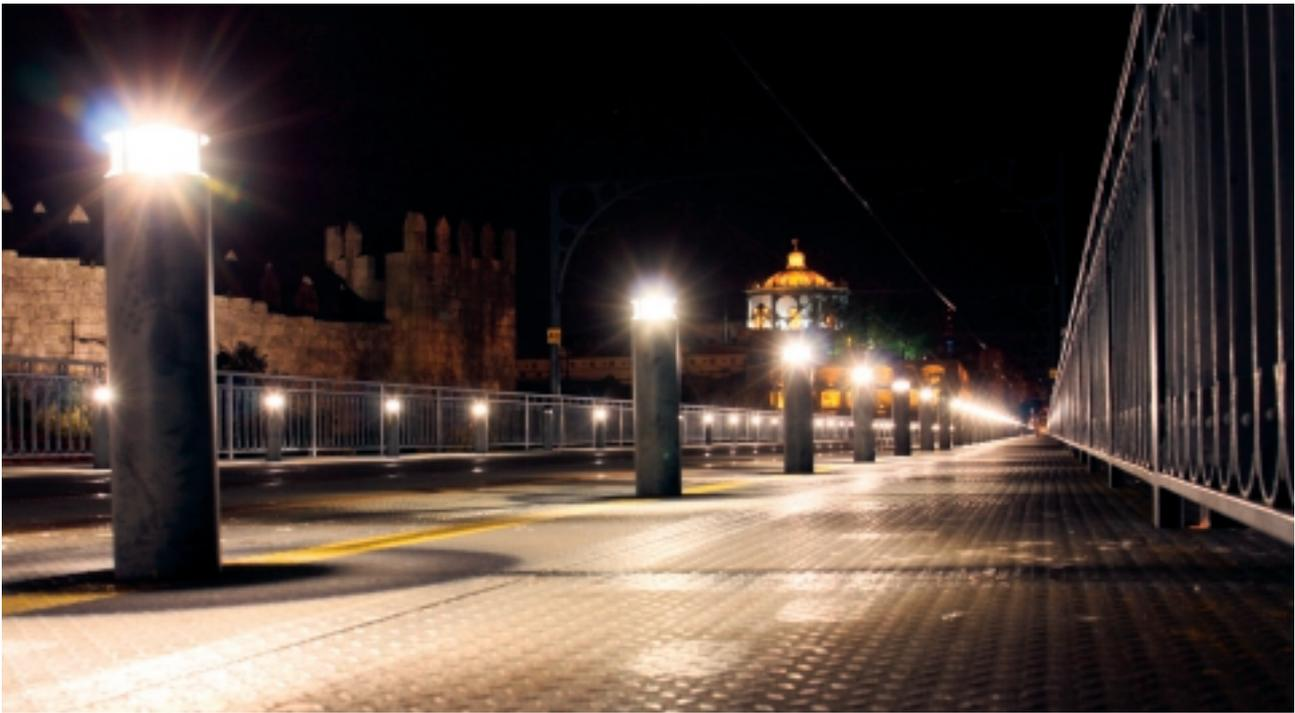

Bild 2 Blendung durch starke Lichtquellen vor einem dunklen Hintergrund
- Blendung durch starke und konzentrierte Lichtquellen vor einem relativ dunklen Hintergrund (Bild 2),